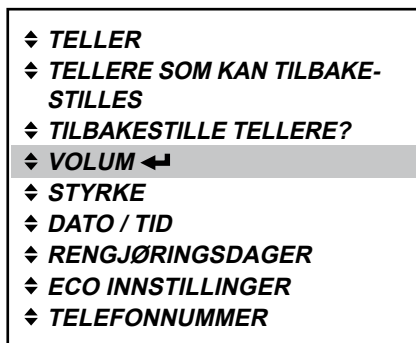

Fig. 35
1. Trykk enterknappen ◀ for å gå til «VOLUM»-menyen. (Fig. 35)